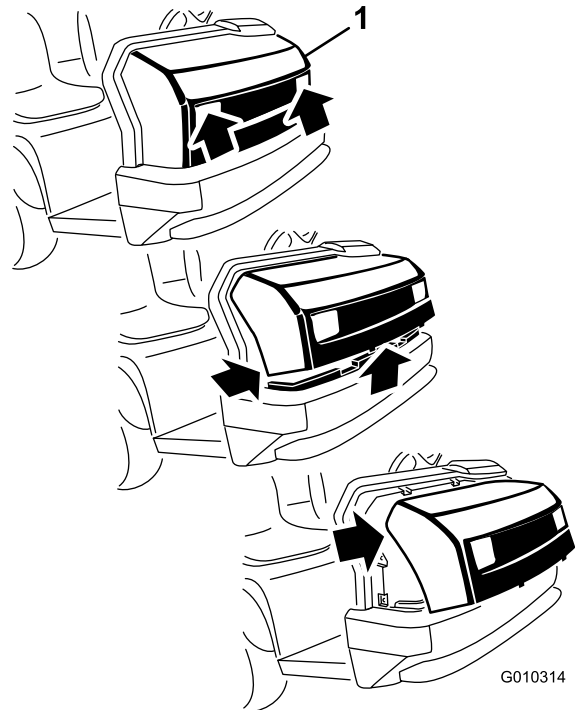

Figure 1
1. Saisissez le capot par les ouvertures des phares et soulevez-le pour dégager les pattes de fixation inférieures des fentes du pare-chocs (Figure 1).
2. Faites pivoter le bas du capot vers le haut jusqu'à ce que vous puissiez dégager les pattes de fixation supérieures des fentes du cadre (Figure 1).
3. Pivotez le haut du capot en avant et débranchez les connecteurs des fils des phares (Figure 1).